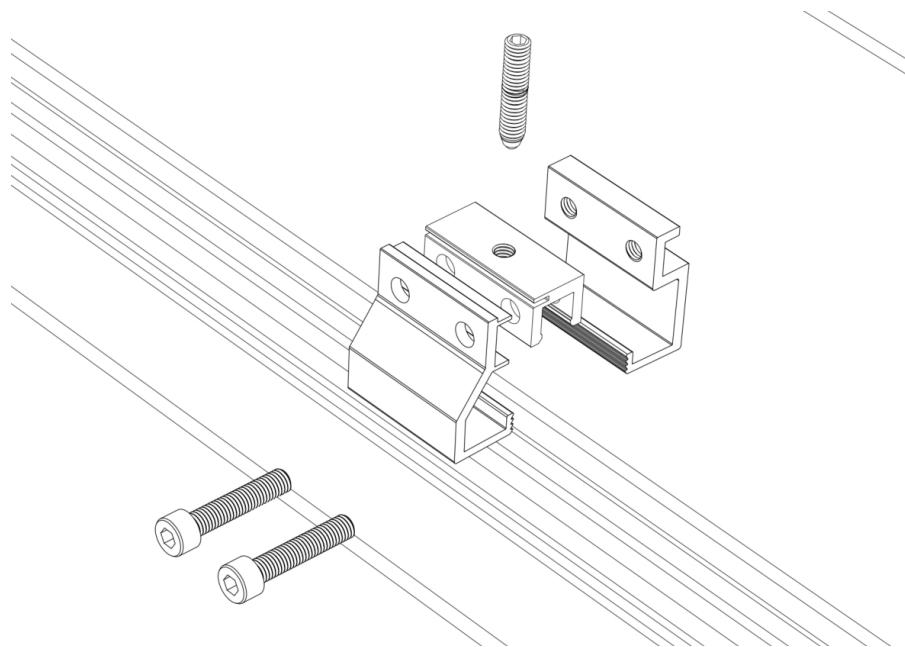

図8
- クランプのベースとベースプレートを一緒に取り外します(図8)。